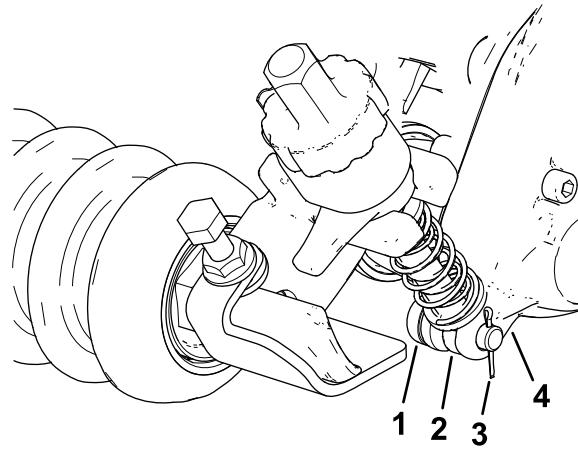

Figura 12
2. Sul lato della scatola della trasmissione del groomer, fate scorrere l'asta del braccio di regolazione della staffa dell'altezza di taglio nella fessura della scatola della trasmissione del groomer e fissatela con un perno di regolazione e una coppiglia, come illustrato nella Figura 12.